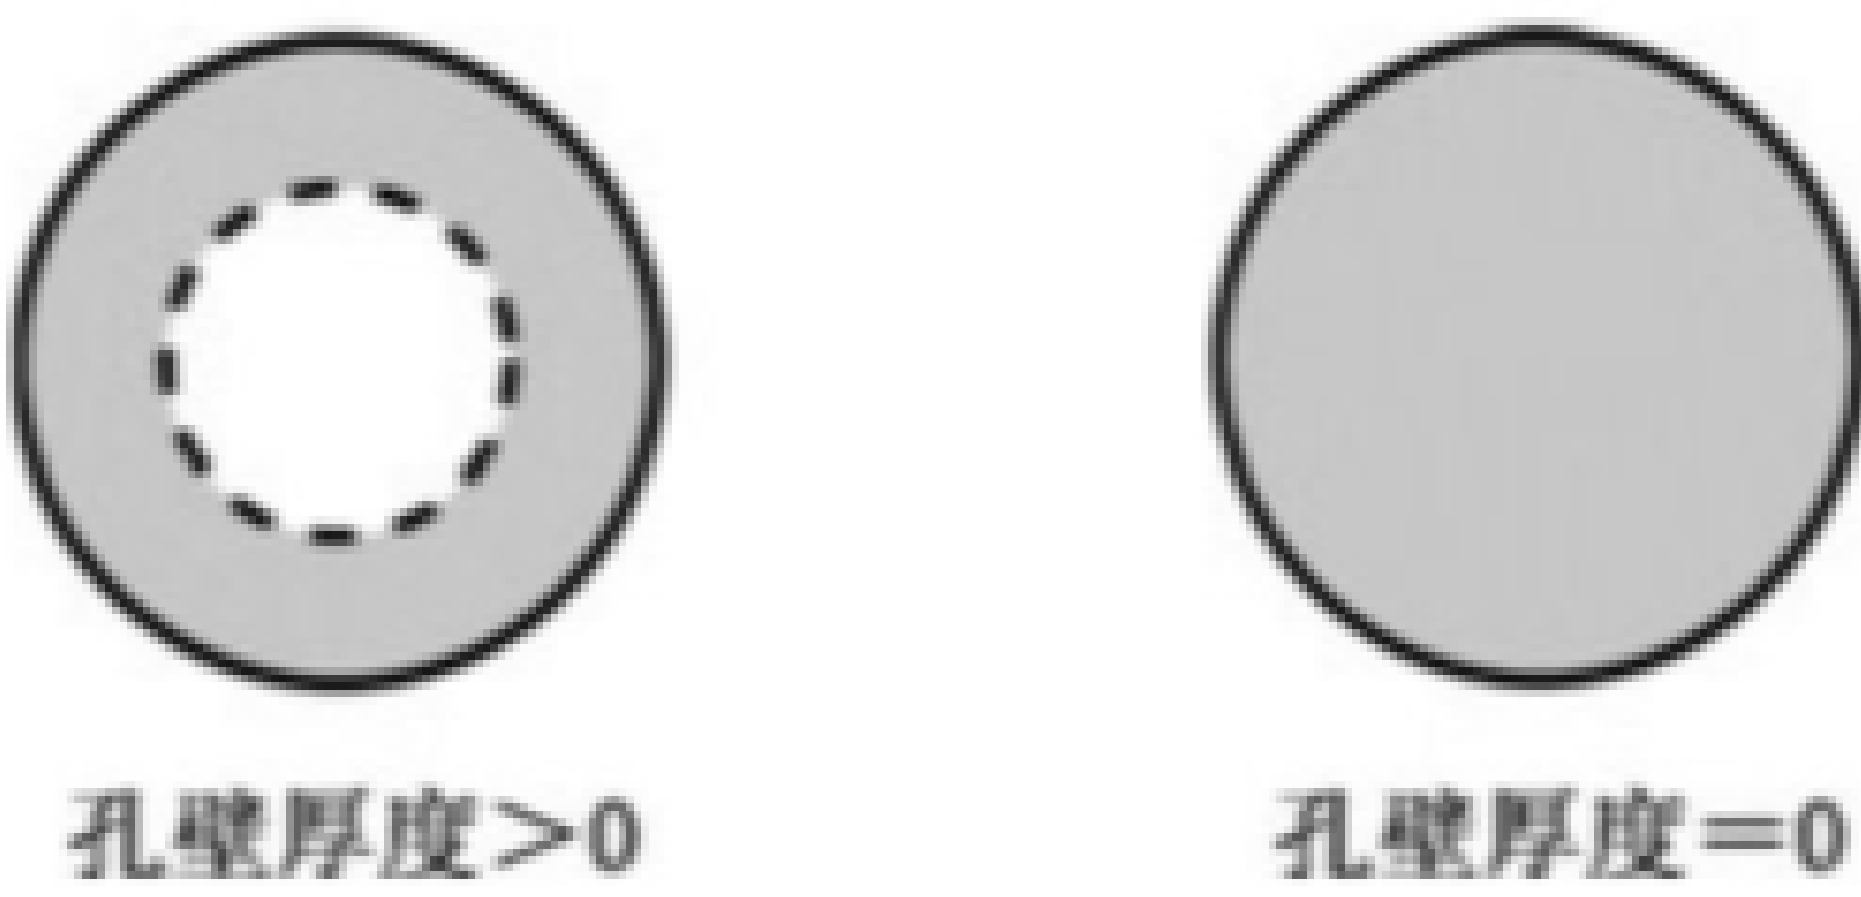

图 82 导通孔
- thickness 可选项，这是导通孔壁的厚度，如果厚度为 0，则用材料填充导通孔（见图 82）。